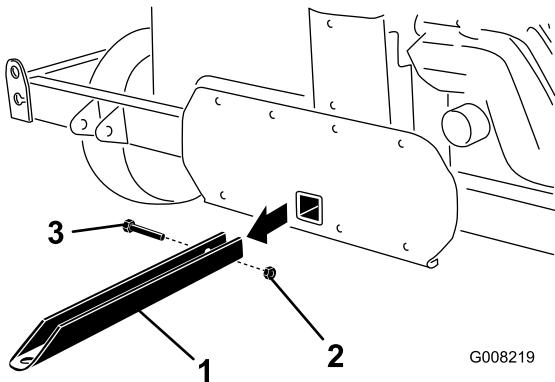

Figure 7
1. Retirez le boulon et l'écrou qui fixent la barre d'attelage à l'avant du ProCore (Figure 7).